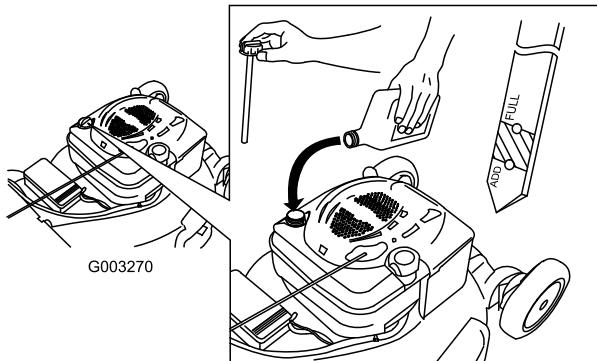

Bild 6
5. Nehmen Sie den Peilstab heraus und lesen Sie den Ölstand am Peilstab ab, siehe Bild 6.
- Füllen Sie bei einem zu niedrigen Ölstand langsam etwas Öl in den Ölstand-Zapfen: Wiederholen Sie die Schritte 3 bis 5, bis der Ölstand richtig ist, wie in Bild 6 dargestellt.
2. Entfernen Sie den Peilstab (Bild 6) und füllen Sie Öl in den Einfüllzapfen bis ca. 3/4 des Füllvolumens des Kurbelgehäuses ein.